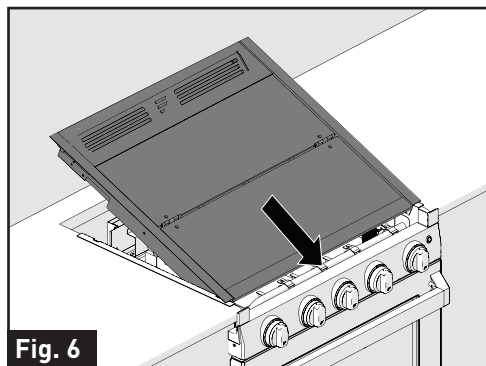

Fig. 6
7. Alignez l'assemblage du couvercle de verre supérieur avec les fentes sur la surface de cuisson et placez-le dans le four. (Fig. 6)